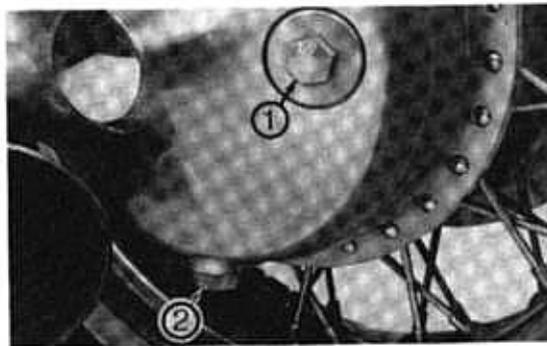

Bild 24
- Auffanggefäß unter Winkeltriebgehäuse stellen. Einfüllkappe und Ablass-Schraube (Bild 24) ausdrehen und Öl austropfen lassen.